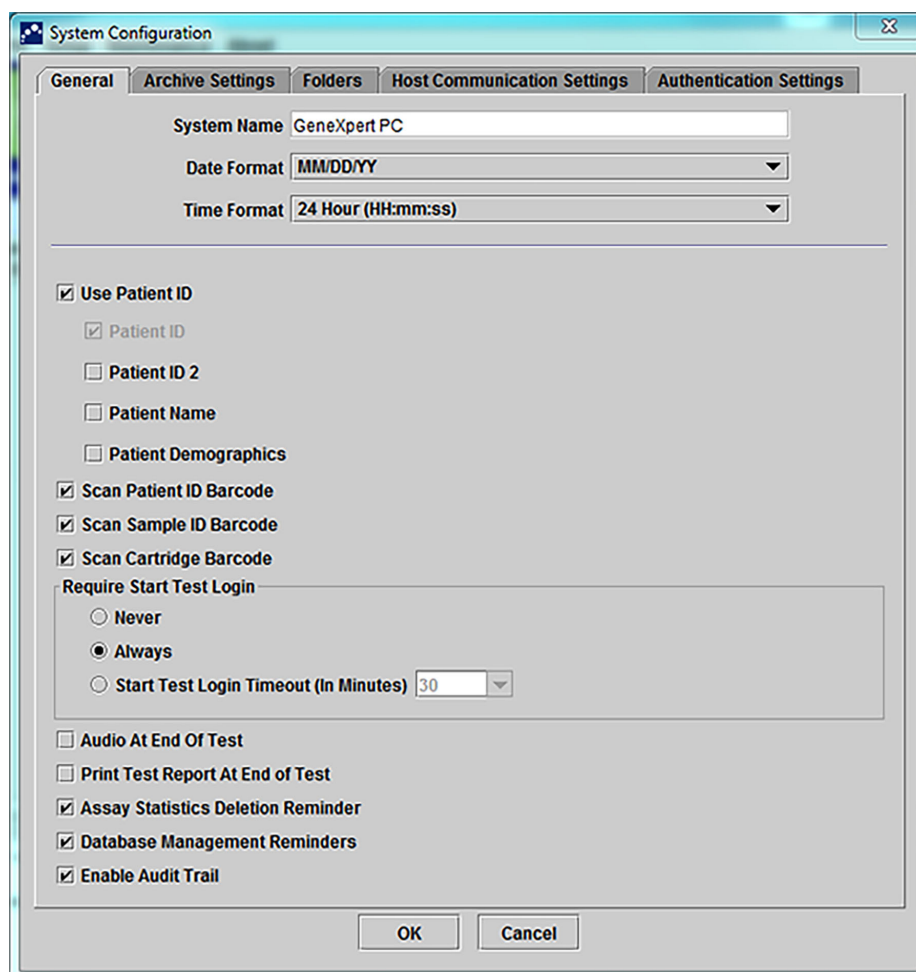

Figura 2-77. Caseta de dialog Configurare sistem (Fila General)
1. În fereastra sistemului GeneXpert Dx (consultați Figura 2-56), faceți clic pe **Configurare (Setup)** în bara de meniu, apoi faceți clic pe **Configurare sistem (System Configuration)**. Apare caseta de dialog Configurare sistem (System Configuration) și fila **General**. Consultați Figura 2-77.